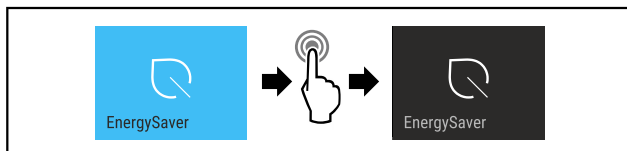

Fig. 15
- ▶ Eseguire i passaggi (vedere Fig. 15).